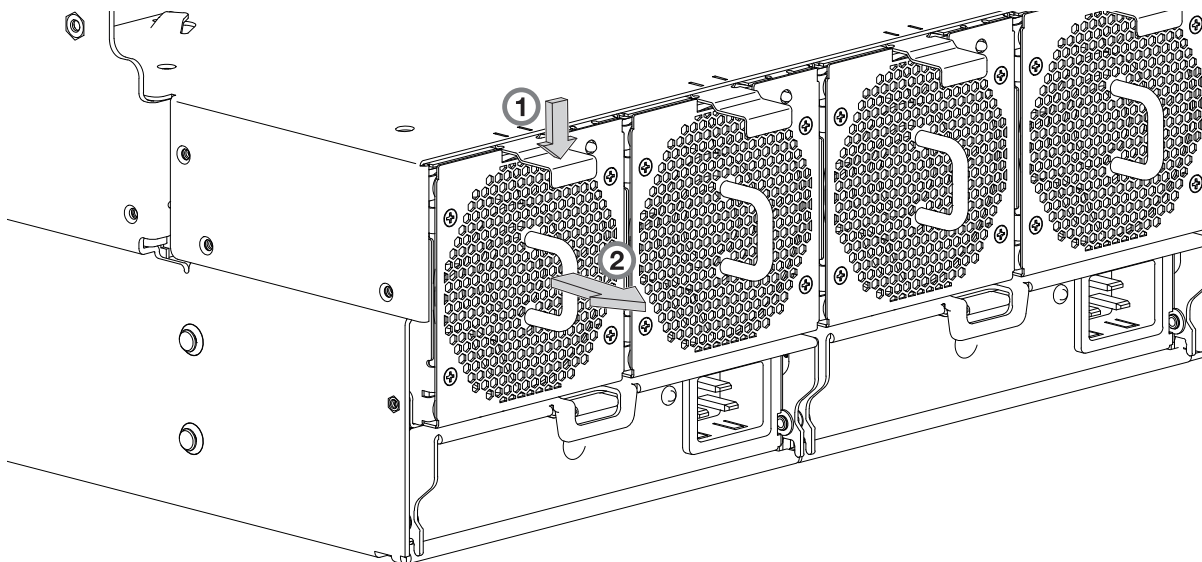
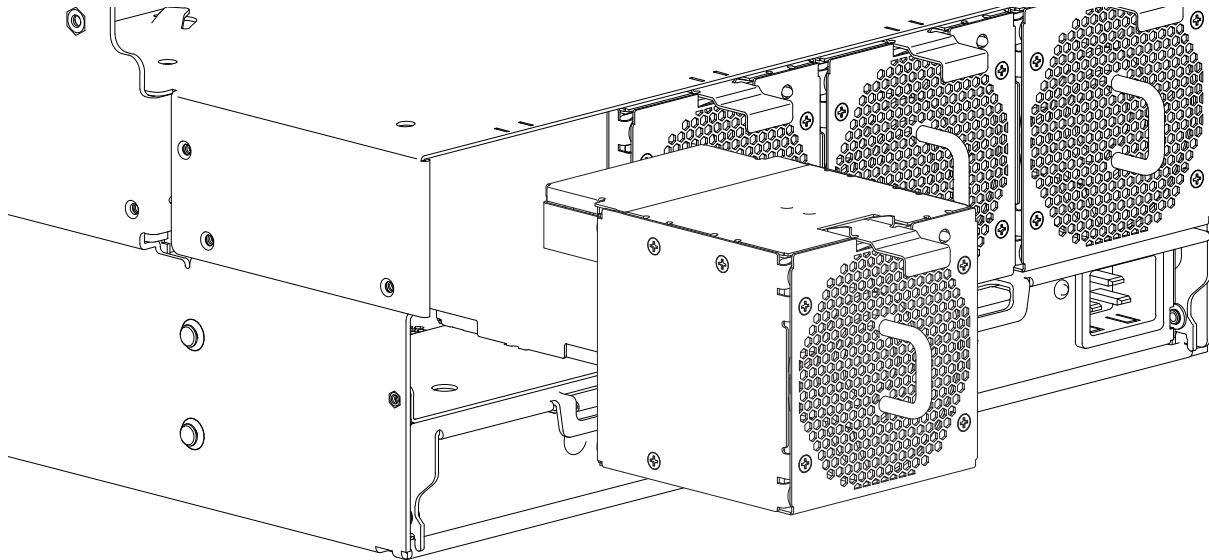

Figura 64. Extracción de un ventilador de sistema (1 de 2)
Figura 65. Extracción de un ventilador de sistema (2 de 2)
1. Presione hacia abajo la pestaña del mecanismo de cierre para liberar el ventilador de su posición de bloqueo. Consulte el detalle N°1 en la Figura 64.
2. Sujete el tirador de módulo de ventilador y extraiga cuidadosamente el ventilador de su ranura. Consulte el detalle N°2 en Figura 65.
Consulte Figura 64 en la página 78 y Figura 65 al realizar este procedimiento, pero ignore la flecha direccional dado que insertará el módulo en la ranura, en lugar de extraerlo.
2. Alinee el módulo de ventilador de sistema para insertarlo en la ranura, tal como se muestra en la Figura 65.